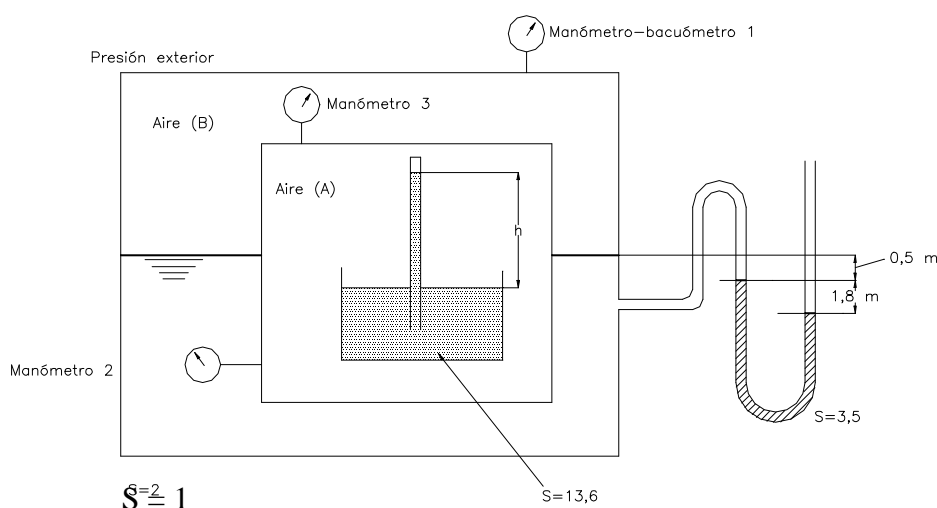

Figura 2.4.
2.4. Dada la siguiente **Figura 2.4.**, calcular: